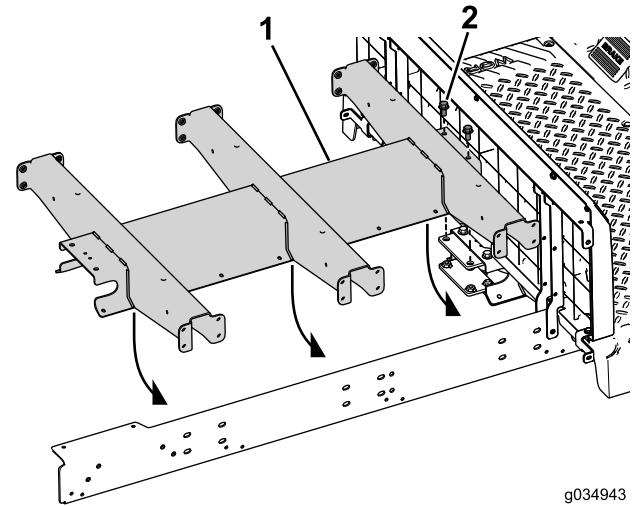

图24
4. 将 2 个螺栓  $3/8 \times 3/4$  英寸穿过中央通道和后底座 图24。